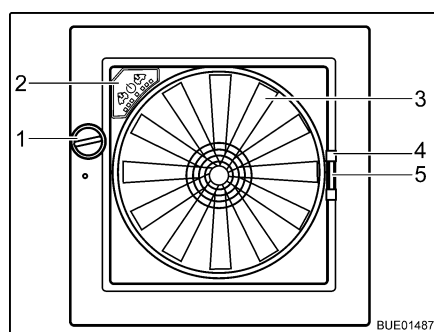

Fig. 50 Oblò Omni-Vent
- Ruotare la manopola (Fig. 50,1), finché non si raggiunge l'angolo di apertura desiderato.
- Ruotare la manopola (Fig. 50,1), finché l'oblò non è completamente chiuso.
- Tirare la protezione contro gli insetti per la maniglia (Fig. 50,4) verso il lato opposto del telaio.
- Serrare la maniglia (Fig. 50,5) dell'oscurante.
Ventilatore Se l'oblò è aperto, l'abitacolo può essere ventilato e sfiato con il ventilatore a 6 stadi (Fig. 50,3). Il ventilatore si controlla dal quadro di comando (Fig. 50,2).